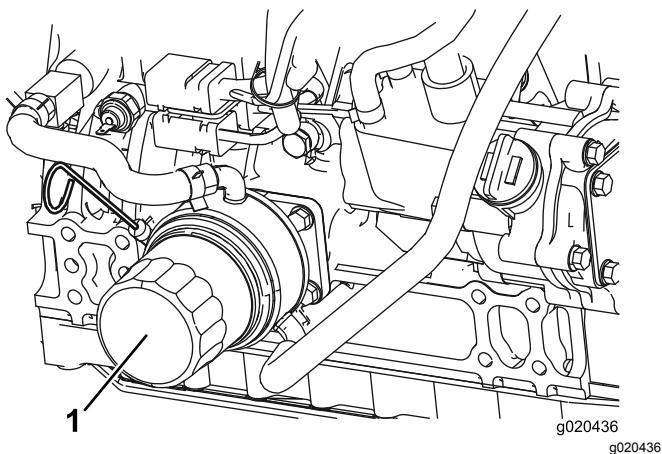

Figura 76
2. Retire o filtro do óleo (Figura 76). Aplique uma leve camada de óleo limpo no vedante do filtro novo antes de o montar. **Não aperte demasiado.**